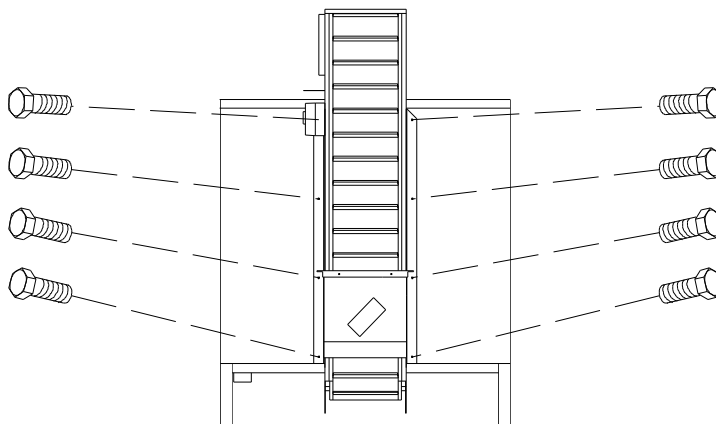

Figure 8 : Fixation
- II. Fixer l'élévateur au distributeur de balles, au réservoir de balles ou à la fosse à balles au moyen des vis fournies. Voir la Figure 8 : Fixation.